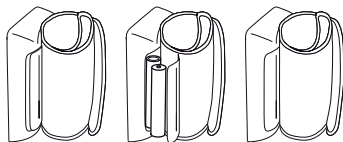

Fig. 1
■ Abra o compartimento das pilhas na parte inferior do aparelho (ver Fig 1). Introduza as pilhas (ver Capítulo 12 “Dados técnicos”), prestando atenção à polaridade correta (+ e -). Feche novamente o compartimento das pilhas. A indicação **12 h** ou **24 h** começa a piscar no visor. Acerte a data e a hora, conforme indicado a seguir.